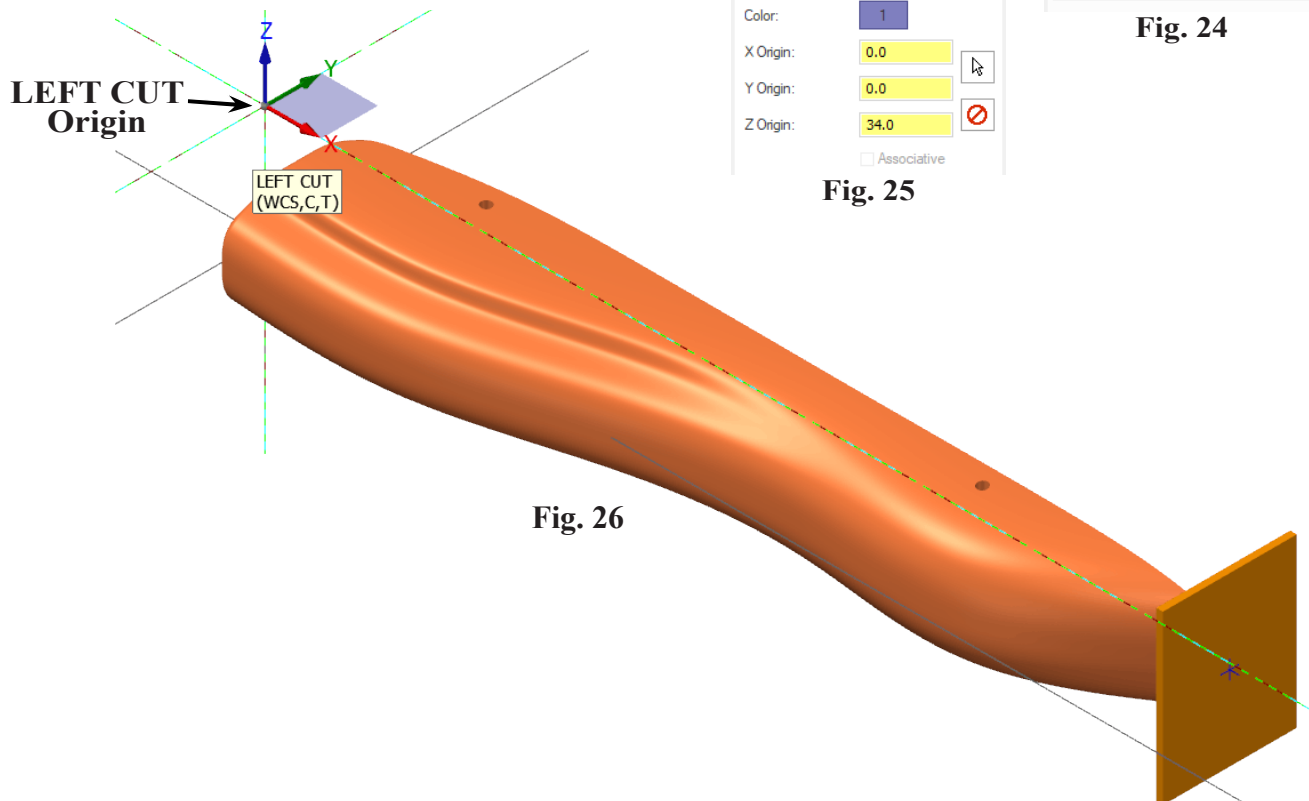

Fig. 26
Step 6. Confirm **LEFT CUT** Origin, Fig. 26.